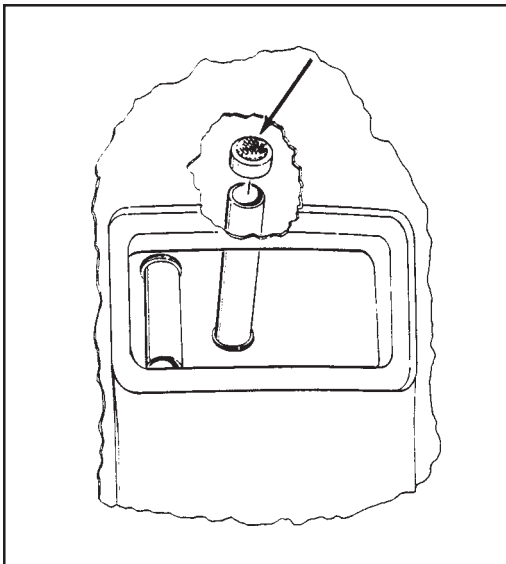

Figure 4
VACIADO DEL DEPOSITO DE RECUPERACION (véase fig. 4)
9. Remove any lint on the vacuum intake screen. The screen is located behind the recovery lid and on the end of the stand pipe. (See Figure 4)
9. Enlever tout dépôt de fibres et peluches sur le filtre de la pompe d'aspiration. Ce filtre se trouve à l'extrémité du tuyau fixe, derrière le couvercle du réservoir de récupération. (Voir Fig. 4)